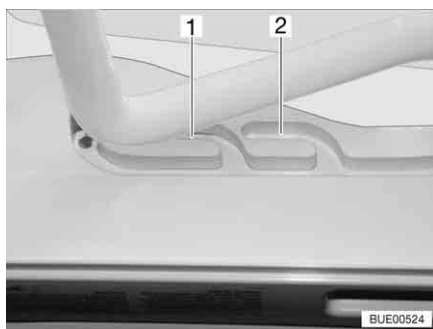
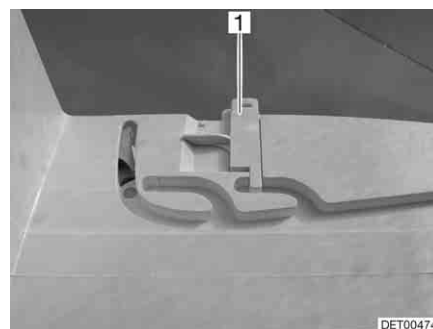

Bild 82 Heki-takluckan i ventilationsläge
Bild 83 Lås ventilationsläge
Heki-takluckan kan ställas i två ventilationslägen: Läget för dåligt väder (Bild 82,1) och mittläget (Bild 82,2). Beroende på modell kan takluckan låsas i mittläget med de båda spärrarna (Bild 83,1) till höger och vänster om ramen till takluckan.
- Tryck bygel lätt uppåt och skjut in den i det valda spåret (Bild 82,1 eller 2) och lås eventuellt.